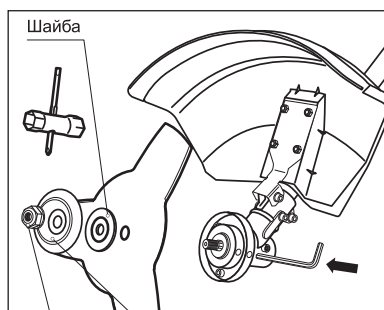

рис. 11
3. Установите режущий нож на фланцевую шайбу. Убедитесь, что режущий нож правильно отцентрирован и лежит на проточке шайбы. Установите прижимную шайбу. Установите на вал чашку крепления (рис. 11).
5. Удерживая стопорный стержень одной рукой, надежно затяните гайку трубчатым ключом (входит в комплект поставки), поворачивая ее против часовой стрелки (рис. 11).